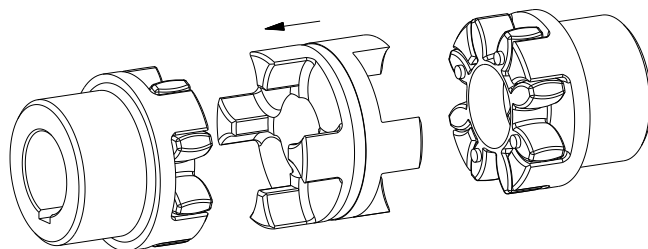

Figura 15: Montaje del espaciador DKM
- Coloque el espaciador DKM en la estrella del mangón del lado conducido o motriz (véase figura 15).